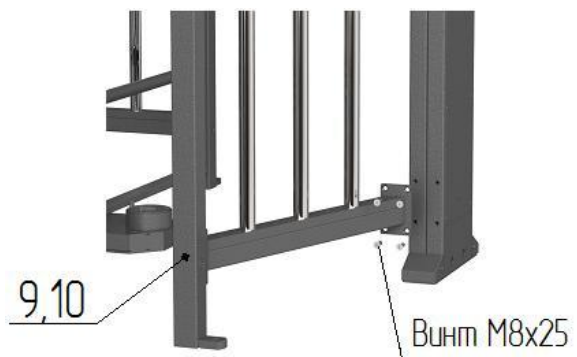

Рис. 5
6.2.3. Установка ограждения (рис. 5,6):
- к боковым плоскостям стойки крыла прохода аналогично установите ограждения **13** и **14** (рис. 5) и закрепите винтами М8;